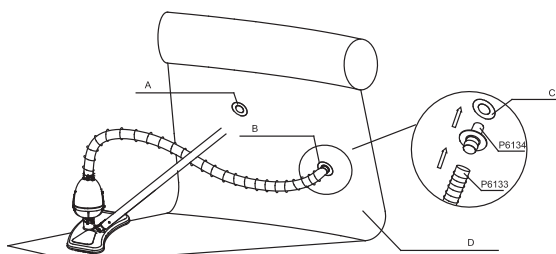
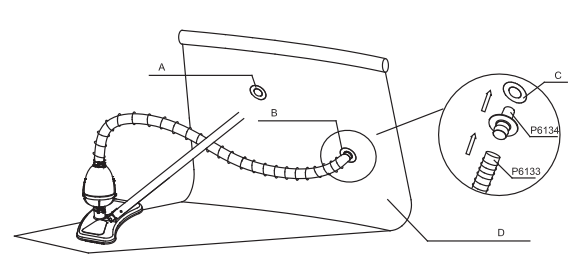

Fig. 24 / Abb. 24 / Kuva. 24 / EIK. 24 / Рис. 24 / Rys. 24 / 24. Ábra
Fig. 25 / Abb. 25 / Kuva. 25 / EIK. 25 / Рис. 25 / Rys. 25 / 25. Ábra
- For pool equipped with stopper plugs: remove the plug from inside of the pool's outlet valve and insert the hose adapter (P6134). Connect the vacuum hose (P6133) to the hose adapter (P6134). (See Fig. 24 and See Fig. 25)
- Para as piscinas equipadas com bujão: remova o bujão de dentro da válvula de saída da piscina e insira o adaptador da mangueira (P6134). Ligue a mangueira (P6133) ao adaptador da mangueira (P6134). (Veja Fig. 24 e Fig. 25)
- Para piscinas equipadas con tapones de tope: quite el tapón desde dentro de la válvula de salida de la piscina e introduzca el adaptador de la manguera (P6134). Conecte la manguera (P6133) al adaptador de la manguera (P6134). (Veja Fig. 24 y Fig. 25)
- Für Pools mit Stöpsel-Ausstattung: Entfernen Sie den Stöpsel aus dem Pool-Ablassventil und stecken Sie den Schlauchadapter (P6134) ein. Schließen Sie den Schlauch (P6133) an den Schlauchadapter (P6134) an. (Siehe Abb. 24 und siehe Abb. 25)
- Voor zwembaden uitgerust met stoppen: haal de stop uit de uitlaatklep van het zwembad en monteer de slangadapter (P6134). Sluit de slang (P6133) aan op de slangadapter (P6134). (See Fig. 24 and See Fig. 25)
- Per piscine con tappi: estrarre il tappo dalla valvola di uscita della piscina e inserire l'adattatore per tubo flessibile (P6134). Collegare il tubo flessibile (P6133) al relativo adattatore (P6134) (Vedere Fig. 24 e 25).
- Pour les piscines équipées de bouchons d'arrêt : enlevez le bouchon de l'intérieur de la valve d'évacuation de la piscine et insérez l'adaptateur de tuyau (P6134). Fixez le tuyau (P6133) à l'adaptateur (P6134). (Voir Fig. 24 et Fig. 25)
- Для бассейна с пробкой: выньте пробку из выпускного клапана бассейна и вставьте переходник шланга (P6134). Присоедините шланг (P6133) к переходнику шланга (P6134). (См. Рис. 24 и 25)
- W przypadku basenu wyposażonego w korki zatykające: usuń zatyczkę z zaworu sphywowego i włóż złącze węża (P6134). Podłącz węz (P6133) do złącza węża (P6134). (Zob. Rys. 24 i Rys. 25)
- För pooler som är utrustade med stoppluggar: ta bort stoppluggen från insidan av poolens utmatningsventil och sätt i slangadaptern (P6134). Koppla slang (P6133) till slangadaptern (P6134). (Se Fig. 24 och Fig. 25)